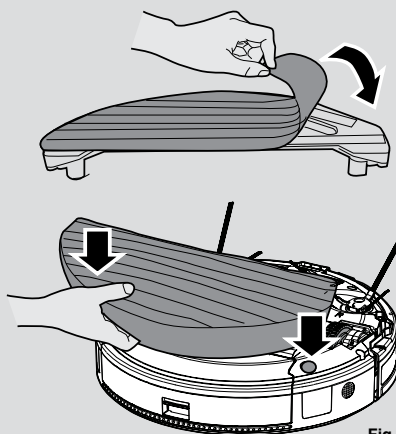

Fig. 15
3. Juster vanntanken med bunndelen av roboten og dytt den inn i riktig posisjon til du hører en klikkelyd som indikerer at den sitter riktig fast. [Fig. 15]